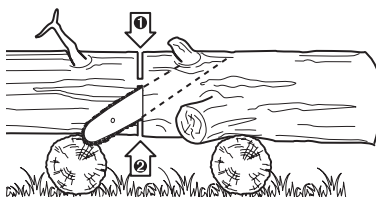

Imagen 33
- > Cuando el tronco esté apoyado por los extremos (imagen 33), corte 1/3 del diámetro desde arriba (corte por la parte superior). Después finalice el corte, cortando por la parte inferior los 2/3 restantes hasta coincidir con el primer corte.